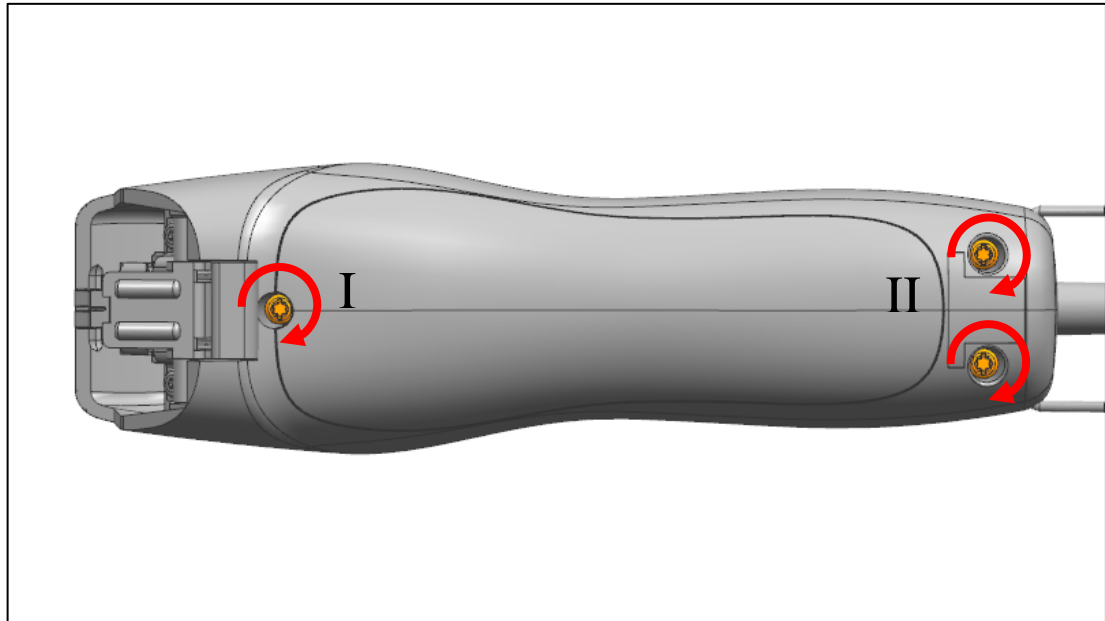

Abb. 49
- c) Drücken Sie dann das Gehäuse im hinteren Bereich zusammen und Schrauben Sie die zwei hinteren Schrauben mit jeweils 1Nm fest (Abb. 49). Nehmen Sie für alle Schrauben einen Torx-10 Drehmomentschlüssel.